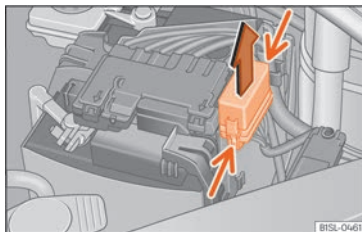

Fig. 46 Al compartiment del motor: tapa de la caixa de fusibles.
- Pressioneu les pestanyes de bloqueig per desbloquejar la tapa de la caixa de fusibles »» fig. 46.